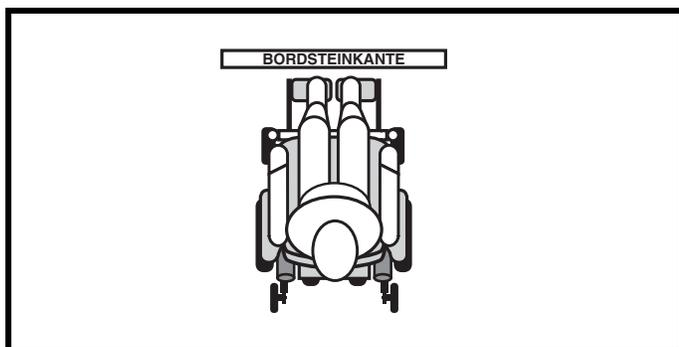

Abb. 2. Normale Fahrstellung
1. Fahren Sie langsam an das Hindernis bzw. die Bordkante heran und achten Sie darauf, dass das Elektromobil das Hindernis im rechten Winkel überfährt. **Siehe Abbildung 2.**